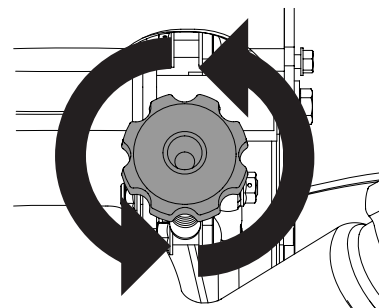

Figure 4-25
1. Si la tondeuse dévie vers la droite, tournez le bouton vers la gauche d'un quart de tour à la fois, jusqu'à ce que la tondeuse se déplace en ligne droite. Voir Figure 4-25. Puis, pressez sur le levier de gauche pour tourner vers la gauche.
2. Si la tondeuse dévie vers la droite, tournez le bouton vers la droite d'un quart de tour à la fois, jusqu'à ce que la tondeuse se déplace en ligne droite. Voir Figure 4-25. Puis, pressez sur le levier de droite pour tourner vers la droite.